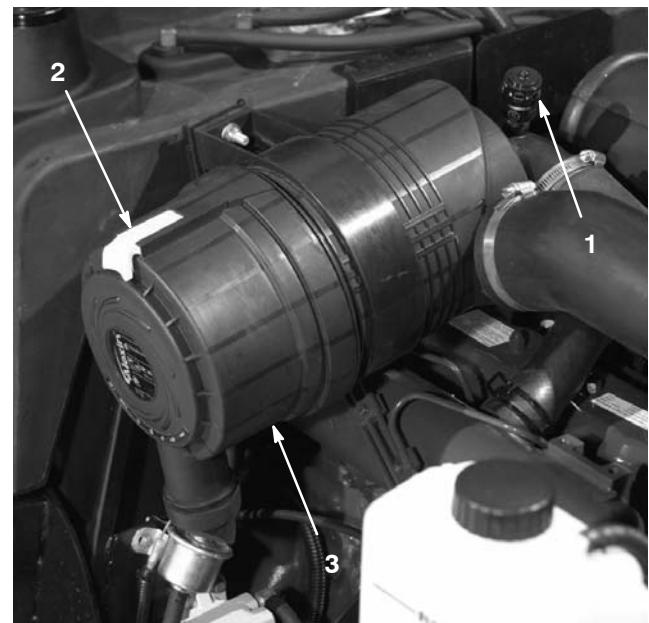

Bild 44
1. Ziehen Sie den Verschluss nach außen und drehen die Luftfilterabdeckung nach links (Bild 44).
- Setzen Sie die Abdeckung auf. Das Gummlauslassventil (Bild 44) sollte nach unten zeigen, ungefähr zwischen 17 und 19 Uhr vom Ende gesehen. Befestigen Sie die Riegel.